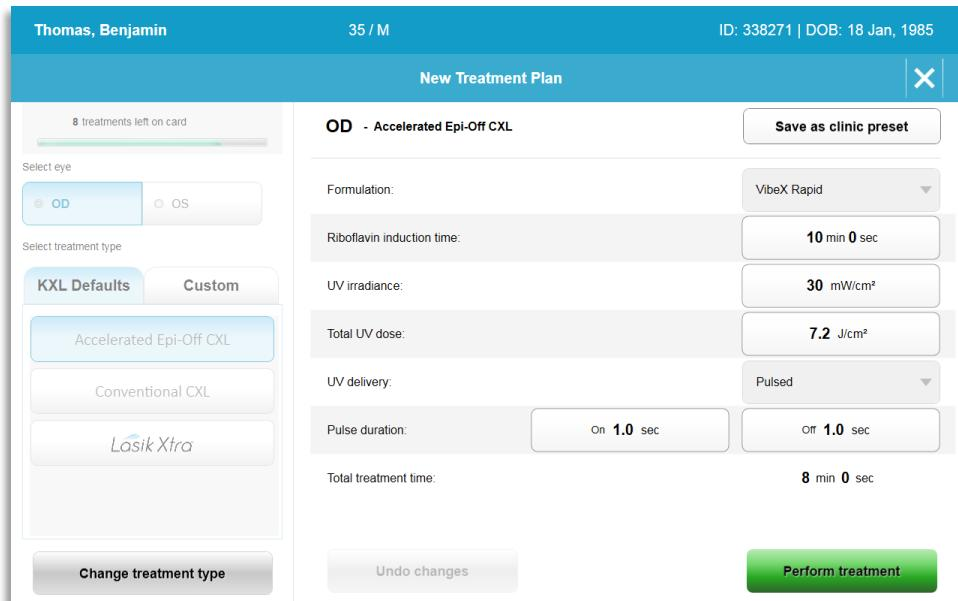

Bild 3-6. Utför en standardbehandlingsplan
- Välj den önskade standardbehandlingsplanen i KXL och välj sedan ”Utför behandling” (Perform treatment) för att fortsätta så som bild 3-6 visar.